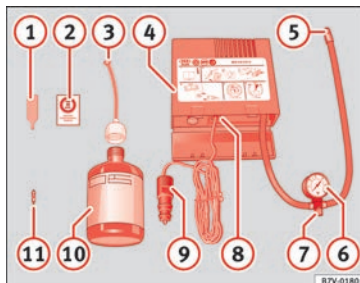

Fig. 79 Representación estándar: contenido del kit antipinchazos.
El kit antipinchazos se encuentra en el compartimento del maletero bajo el revestimiento del suelo. Incluye los siguientes componentes »» **fig. 79:**
Vuelva a enroscar el tubo de inflado » fig. 79 ⑤ y compruebe la presión en el manómetro ⑥.